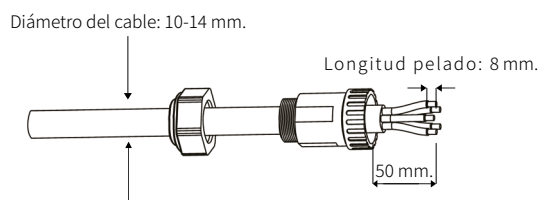

Fig. 34. Pelado del cable.
- De acuerdo con la tabla anterior, seleccione un cable apropiado, retire el manguito de aislamiento del cable de AC unos 50 mm y retire el aislante del extremo de los cables L/PE/N unos 8 mm, tal como se muestra en la Fig. 34: